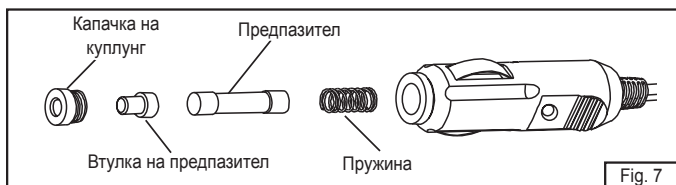

Fig. 7
- Проверьте плавкий предохранитель в вилке насоса (Fig. 7).
- Проверете предпазителя в куплунга на помпата (Fig. 7).